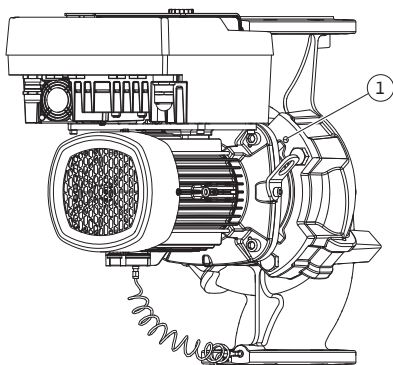

Fig. 10: Vytlačení smontované jednotky závitovými otvory
5. Vytlačte smontovanou jednotku (viz Fig. 4) ze skříně čerpadla. V závislosti na typu čerpadla (viz Fig. I až Fig. III) existují různé přístupy. U typu čerpadla (Fig. III) povolte šrouby (poz. 29). Použijte dva závitové otvory vedle něj (Fig. 10, poz. 1) a použijte vhodné šrouby, které si zajistí zákazník (např. M10 x 25 mm). U typu čerpadla (Fig. I a Fig. II) použijte dva závitové otvory M10 (Fig. 99). Použijte vhodné šrouby, které si zajistí zákazník (např. M10 x 20 mm). K vytlačení lze použít také drážky (Fig. 99, poz. 2).